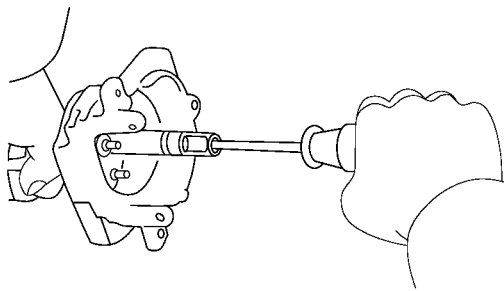

图 5-43 拆下信号转子轴
(11) 拆下信号转子轴。撬出润滑脂堵头, 旋下调速器轴顶部的螺钉, 拉出信号转子轴, 如图 5-43 所示。